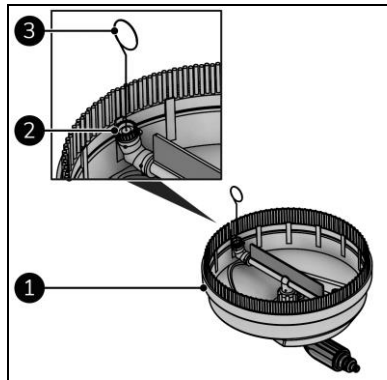

Figure 22
3. Retirez le nettoyeur de sol (figure 22, pos. 1) de la rallonge de la lance (figure 5, pos. 1).
4. Nettoyez les deux buses (figure 22, pos. 2) avec la tige de nettoyage (figure 22, pos. 3).